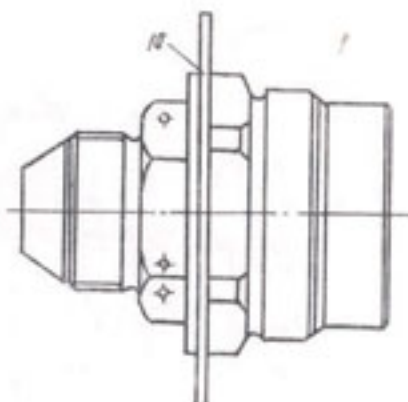
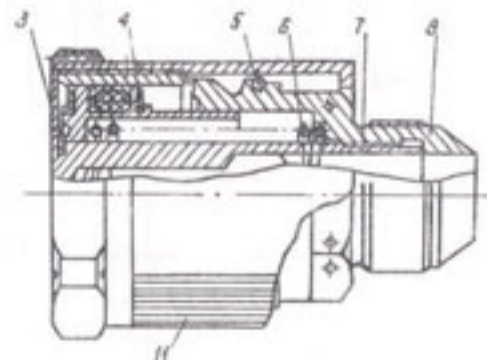

Рис. 2 Полуразъем клапана А
Рис. 3. Полуразъем клапана Б
4.1. Конструкция клапана изображена на рис. 1. Клапан разъема состоит из 2-х полуразъемов: полуразъема А (рис. 2) и полуразъема Б (рис. 3), представляющих собой запорные клапаны, закрывающие вход и выход из системы. Полуразъемы клапана соединяются между собой с помощью специальной гайки 11.